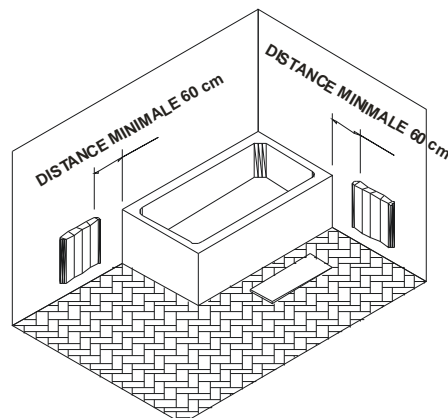

Figure 1
- Installez l'appareil de sorte que les interrupteurs et autres contrôles ne puissent pas être atteints par une personne se trouvant dans une baignoire ou une douche (Figure 1).